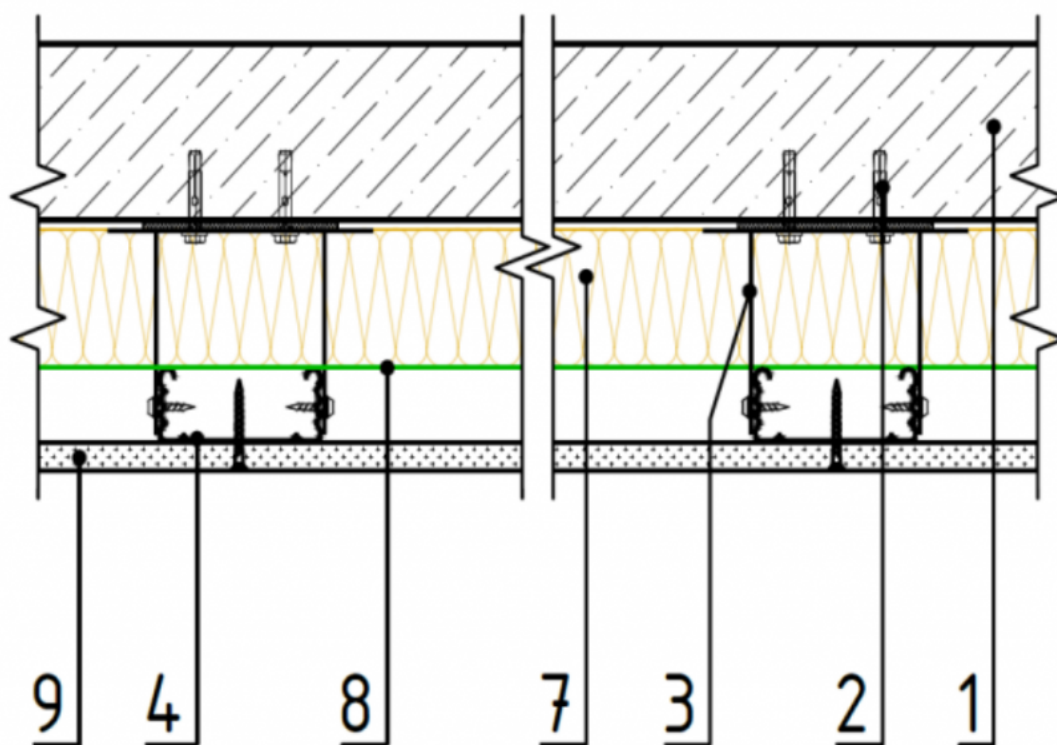

Рисунок 1 - Сечение с указанием номеров состава конструкции
2. Элементом крепления к ж/б плите системы подвесного потолка является металлический анкерный болт 8х60. Рисунок 1.
3. Подвес с зажимом и тягой (аналог: Подвес прямой, Нониус-подвес в сборе) крепится через звукоизоляционную прокладку к плите покрытия. Рисунок 1.
4. Профиль ПП 60х27 крепится к подвесу ниже уровня плит из каменной ваты с учетом неровностей основания, одновременно осуществляя прижим утеплителя и пароизоляционной плёнки. Рисунок 1.
7. Каменная вата ТЕХНОАКУСТИК / ТЕХНОБЛОК СТАНДАРТ сплошным слоем плотно примыкает к ж/б плите покрытия и временно фиксируется в монтажном положении при помощи скобок в проходящих сквозь тело утеплителя подвесов. Минимальный зазор между швами плит из каменной ваты не должен превышать 2мм Рисунок 1.
8. Пароизоляционный слой располагается между плитами каменной ваты и профилем. Стыки (нахлесты) плёнок обязательно проклеиваются самоклеящейся лентой Рисунок 1.
9. Листовой финишный материал (ГКЛ, ГКЛВ, ГСП, ГВЛ) заводского изготовления в один или два слоя крепится к несущему профилю шурупами по металлу по типу TN 25 Рисунок 1. Суммарная масса смонтированного подвесного потолка с каменной ватой и обшивкой ГКЛ в один слой около 13кг/м².